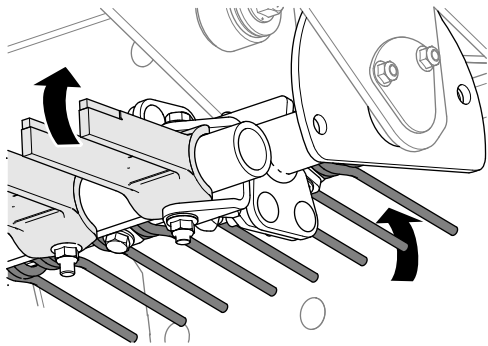

図 37
5. マルチツールアームを回転させて、使用したいプラウタインを選択する **図 37**。